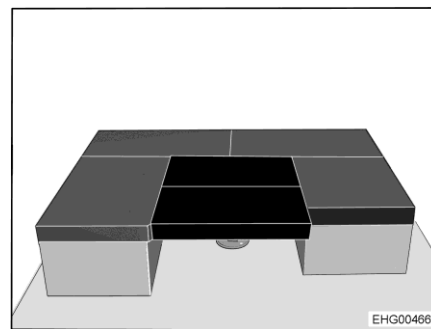

Bild 105 Nach dem Umbau
- 2 Zusatzpolster quer auf den Tisch legen (siehe Bild 105).